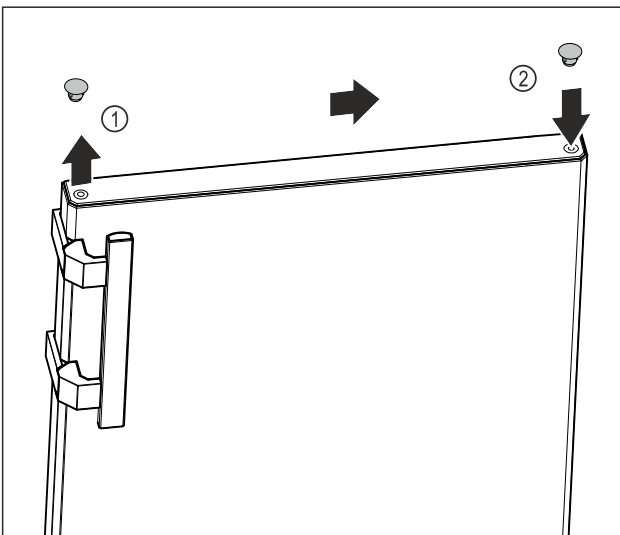

Fig. 10
- Soulever avec soin le cache de recouvrement de la partie supérieure de la porte Fig. 10 (1) au moyen d'un tournevis plat.
- Placer le cache de recouvrement du côté opposé. Fig. 10 (2)